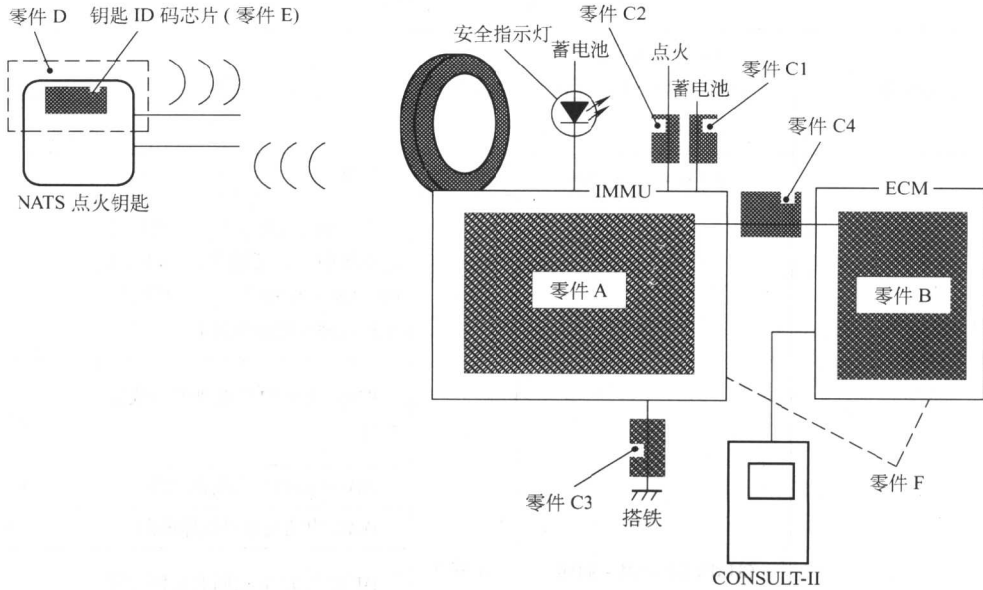

图 3-6 故障码的读取
- (1) 故障码的读取如图 3-6 所示。
- (2) 故障码表如表 3-2 所示。